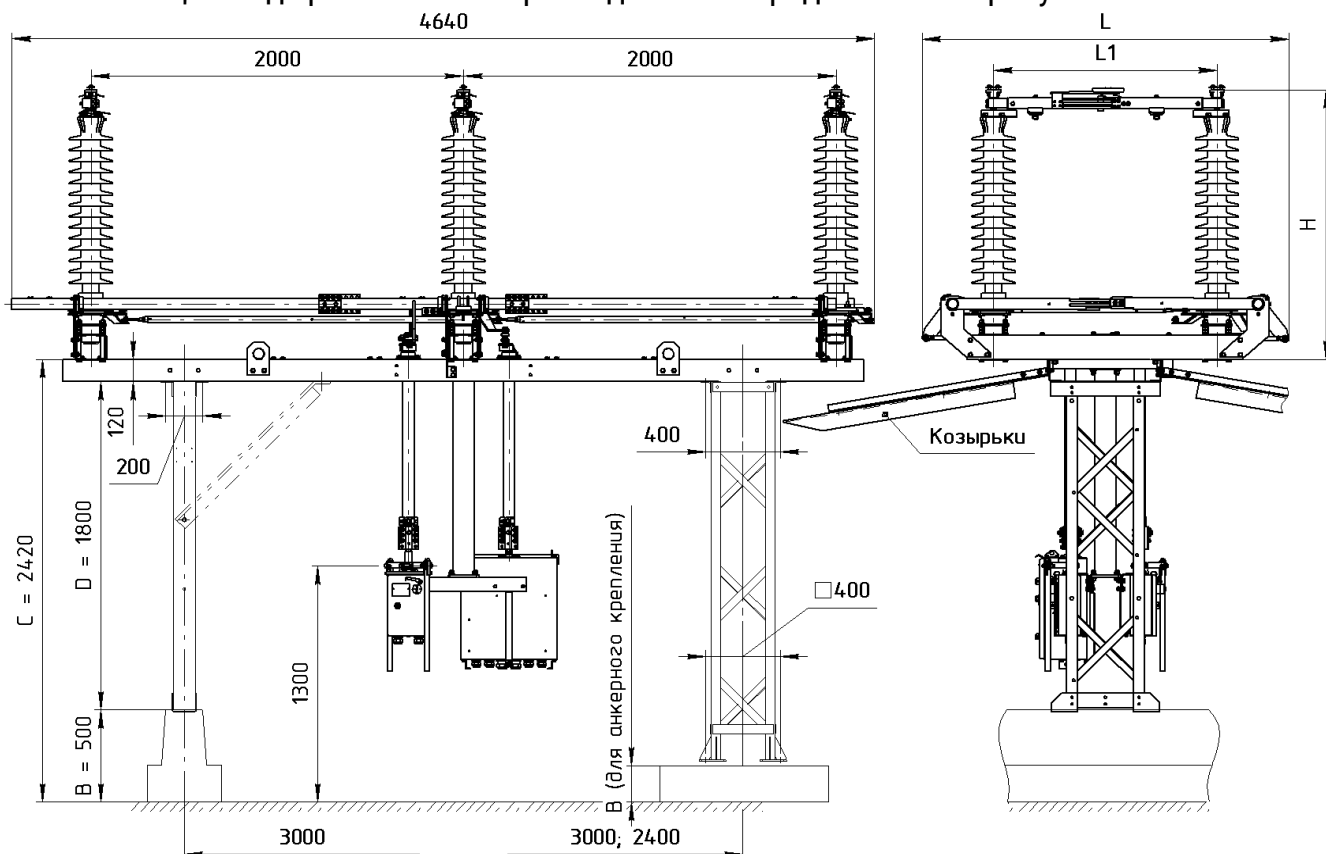

Рисунок 1 - Общий вид трехполюсного разъединителя РН СЭЩ®-110
4.3.2 На общую раму могут устанавливаться защитные козырьки (см. рисунок 1).